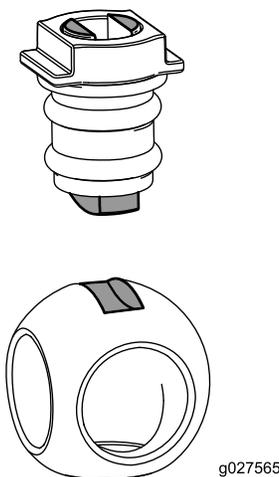

図 80
6. バルブボディーにボールを入れる 図 80。
注 バルブのステムはボール駆動スロットに収まります。収まらない場合は、ボールの位置を調節してください 図 80。